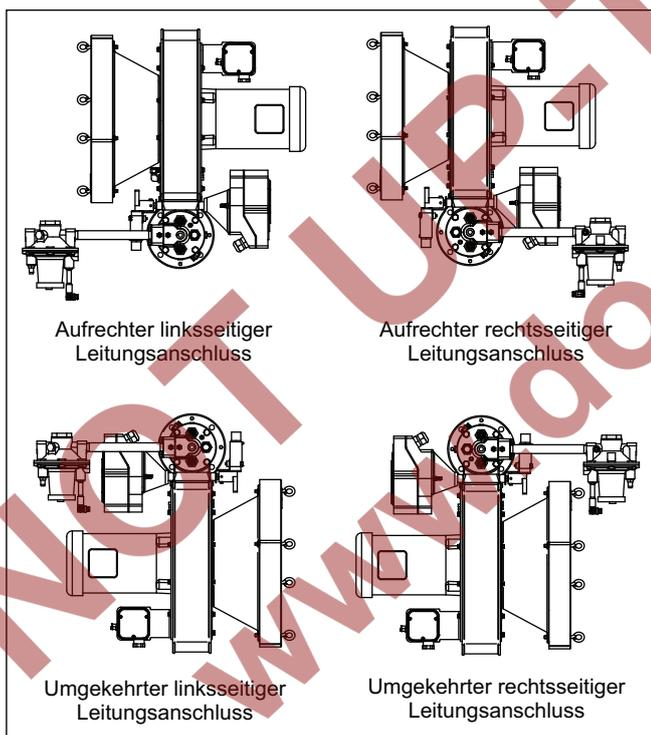

Abbildung 3.1. Konfiguration- und Auswahl der Motor Ausrichtung
- **Art des Brennstoffs:** Schwankungen des Brennwertes, der Dichte und des WOBBE-Index wirken sich auf die Brennerleistung aus. Wenn einer dieser Parameter um mehr als $\pm 5\%$ von Abbildung 3.1 abweicht, wenden Sie sich an Eclipse, damit die Tauglichkeit des Brennstoffs geprüft werden kann. Leistungsdaten, Abmessungen und Spezifikationen werden für jeden RatioMatic-Brenner auf den Datenblättern 110 angegeben.